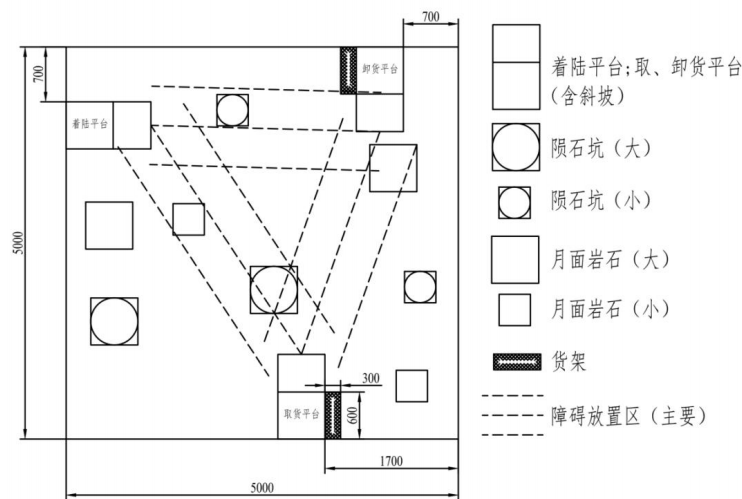

图 1 比赛场地布局示意图
- 7. 聚光灯使用单盏（组）聚光灯（冷光源），高度 2.5M 向下 30° 的倾斜角度照向场地，光照覆盖所有场地区域布置后光线不被人员遮挡，将尽可能避免机器人长时间逆光的情况，如图 1 所示。